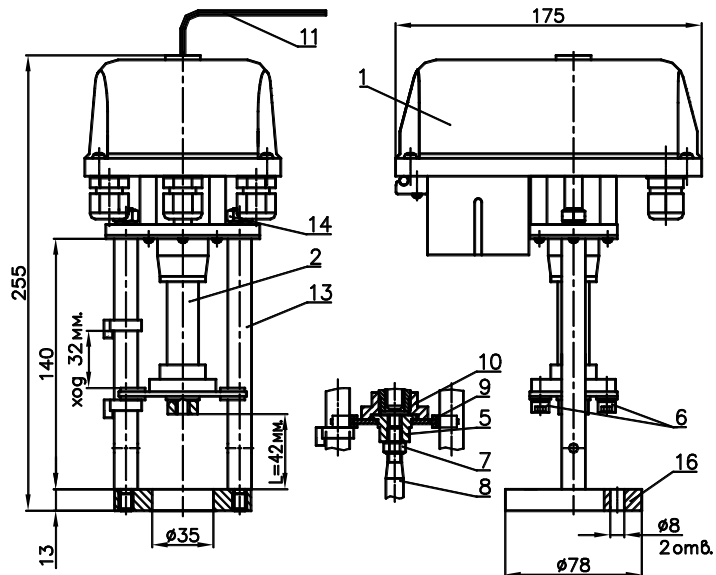

Рисунок 1 - ВЭП-138МВ
- электропривод (рисунок 1 – позиция 1);
- винтовая передача (рисунок 1 – позиция 2).
Электропривод (рисунок 1, 2) выполнен на базе шагового электродвигателя 3, питание и управление которым осуществляется от платы управления 4, обеспечивающей его работу в заданном режиме, а также его отключение при нагрузке больше усилия отключения. ЭИМ имеет три режима работы: калибровки, слежения, ручной. Индикация работы осуществляется светодиодным индикатором 12. Постоянное свечение - работа, мигание - авария. При пропадании сетевого питания и включенной функции самовозврата ЭИМ, за время не более 45 с, устанавливается в положение, заданное переключателем 15 (нижнее или верхнее).